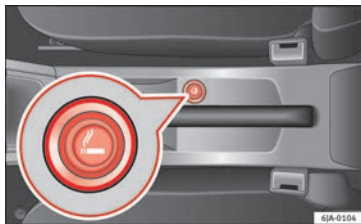

Fig. 154 Consola central: isqueiro.
O isqueiro encontra-se na parte dianteira da consola central » **Fig. 154**.
- Pressione o isqueiro » **Fig. 154**.